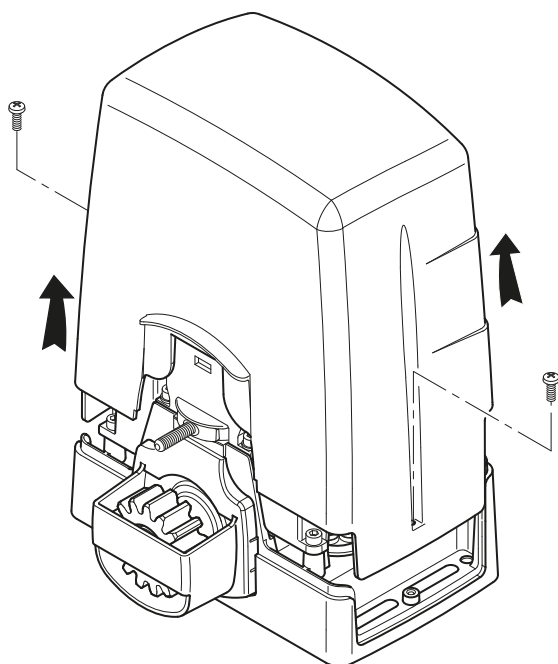
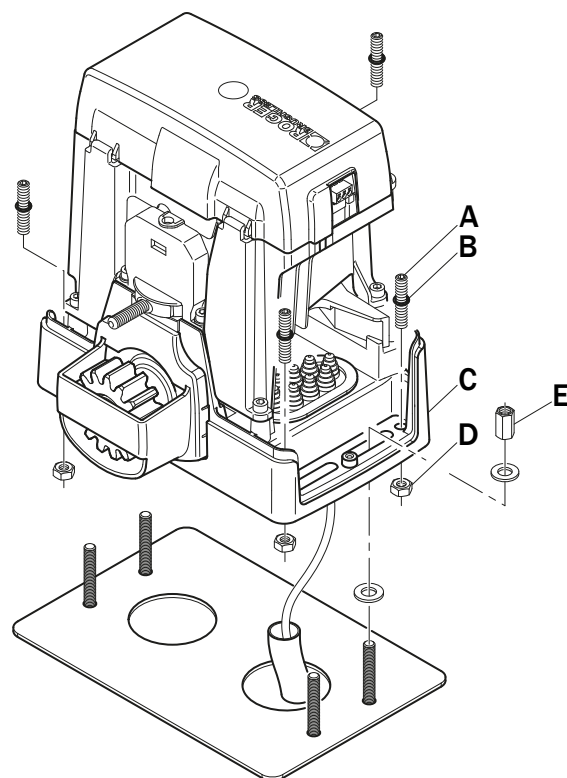

Fig. 1
Fig. 2
- Inserire gli O-Ring (B) sulle viti M8x40 (A). Inserire le viti agli angoli del motoriduttore (C) e bloccarle con i dadi M8 (D).
- Posizionare il BM30 sui 4 tiranti, come indicato in fig. 2. Se necessario, svitare i dadi della piastra di fondazione.
- Fissare i distanziali M10 (E).
- Put the O-ring (B) onto each screws M8x40 (A). Insert the screws in the gearmotor corners (C) and secure them with the nuts M8 (D).
- Fit the BM30 on the 4 anchor bolt, as shown in fig. 2. If necessary, undo the nuts on the foundation plate.
- Fit the spacer M10 (E).
- Versehen Sie die Schrauben M8x40 (A) mit O-Ringen (B). Stecken Sie die Schrauben an den Ecken des Getriebemotor (C) und schrauben Sie die Muttern M8 (D).
- Den BM30 auf die 4 Ankerbolzen aufsetzen, wie in Abb. 2 gezeigt. Falls erforderlich, die Muttern der Fundamentplatte abschrauben.
- Festziehen Sie die Abstandhalter M10 (E).
- Insérer les joints O-Ring (B) sur les vis M8x40 (A). Insérer les vis dans les angles du motoréducteur (C) et les bloquer avec les écrous M8 (D).
- Positionner le BM30 sur les 4 tirants, comme indiqué dans la fig. 2. Si nécessaire, dévisser les écrous de la plaque de fondation.
- Serrer l'espaceur M10 (E).
- Colocar la juntas tóricas (B) en los tornillos M8x40 (A). Insertar los tornillos en las esquinas del motor (C) y asegurarlos con tuercas M8 (D).
- Coloque el BM30 en los 4 tirantes, como se indica en la fig. 2. Si es necesario, desenrosque las tuercas de la placa de cimentación.
- Fijar los espaciadores M10 (E).
- Desenrosque os parafusos da tampa e retire-a puxando para cima, conforme indicado na fig. 1. Controle que os seis pés de nivelamento não saiam da base do moto-reductor.
- Introduzir as juntas circulares (B) em los parafusos M8x40 (A). Introduzir os parafusos nos cantos do motorreductor (C) e prendê-los com as porcas M8 (D).
- Posicione o BM30 nos 4 tirantes, conforme indicado na fig. 2. Se necessário, desenrosque as porcas da chapa de base.
- Apertar os espaçador M10 (E).
- Se i finecorsa sono di tipo magnetico le frecce devono essere rivolte verso il centro della cremagliera (fig. 2).
- With magnetic limit switches, the arrows must point towards the middle of the rack (fig. 2).
- Wenn die Endschalter magnetisch sind, müssen die Pfeile zum Zentrum der Zahnstange zeigen (Abb. 2).
- Si les fins de course sont de type magnétique, les flèches doivent être orientées vers le centre de la crémaillère (fig. 2).
- Si los finales de carrera son de tipo magnético las flechas tendrán que estar dirigidas hacia el centro de la cremallera (fig. 2).
- Se os fins de curso forem do tipo magnético as setas devem ser dirigidas para o centro da cremalheira (fig. 2).